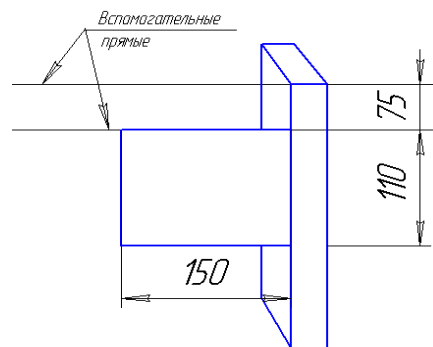

Рисунок 1.3 – Ескіз вушка
12. Побудуйте першу допоміжну пряму, паралельну верхньому горизонтальному ребру грані, і другу, розташовану на відстані 75 мм нижче базового ребра, рис. 1.3. Побудуйте прямокутник заввишки 110 мм і шириною 150 мм. Правий верхній кут прямокутника помістіть в точку перетину прямої з лівим вертикальним ребром грані (рис. 1.3.). Викличте команду **«Дуга по 2 точках»** і побудувати дугу з розчином 180° по кінцевим крапкам вертикального відрізка, прямокутника. Видаліть відрізок і допоміжні криві. Закінчите ескіз.